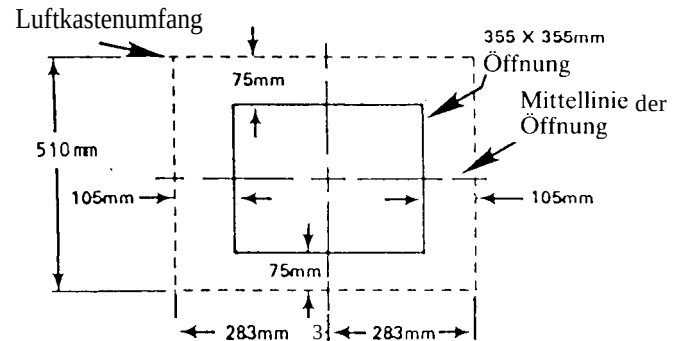

Abb.4.B.3
Zwischen Dach und Innendecke können sich elektrische Leiter befinden. Gesamte Stromversorgung unterbrechen. (Abb.4)
3. An der Innendecke des Wohnwagens sorgfältig eine entsprechende Öffnung anbringen (Abb. 4.B.3).
4. Löcher und Stoßstellen abdichten. (Abb. 4.A).